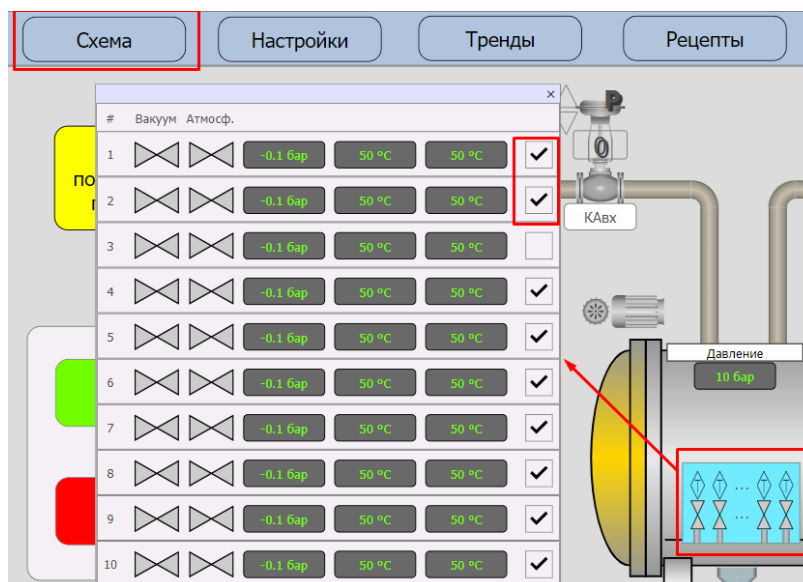

Рисунок 18 — Выбор пакетов заготовок
2. Откройте блок заготовок и отметьте пакеты, участвующие в обработке (рис. 18).